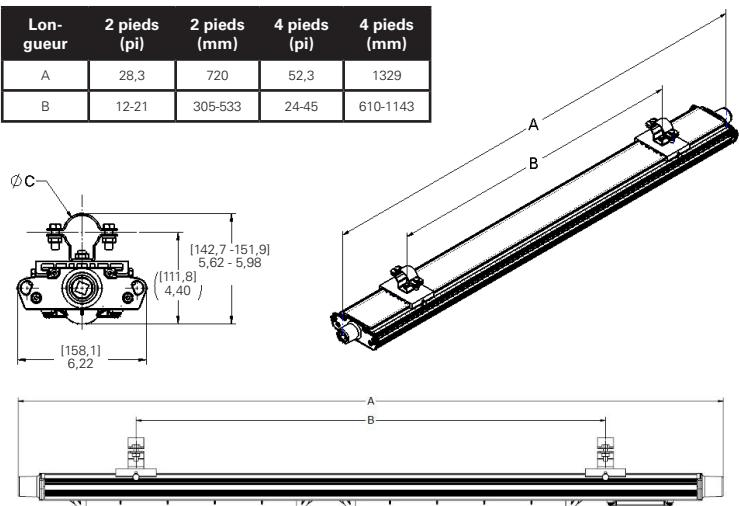

Figure 8. TROSSE Montage sur mât
- Avant l'installation, s'assurer que le diamètre intérieur du collier est compatible avec le diamètre du mât. Les colliers sont disponibles dans les tailles 42 mm (1,65 po), 51 mm (2,00 po) et 60 mm (2,36 po). Les supports de montage sur mât doivent être espacés correctement; il est recommandé de les séparer d'au moins 12 po (305mm) (voir figure 8).
- Faire glisser les deux (2) supports de montage sur mât sur le luminaire de manière à engager les brides.